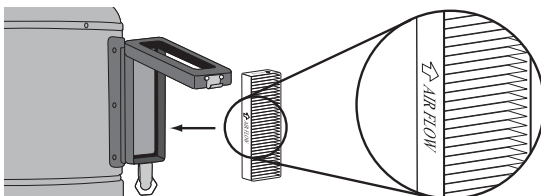

figure 12
3. Insérer le nouveau filtre. S'assurer que la flèche imprimée sur le filtre pointe vers l'extérieur (**figure 12**).